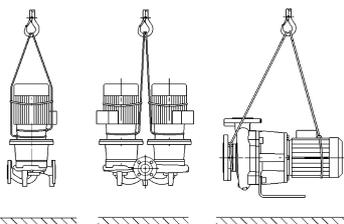

Fig. 4: Fixarea pompei
- Inelele de prindere de la motor servesc numai ca ghidaj la ridicarea sarcinii (fig. 4).